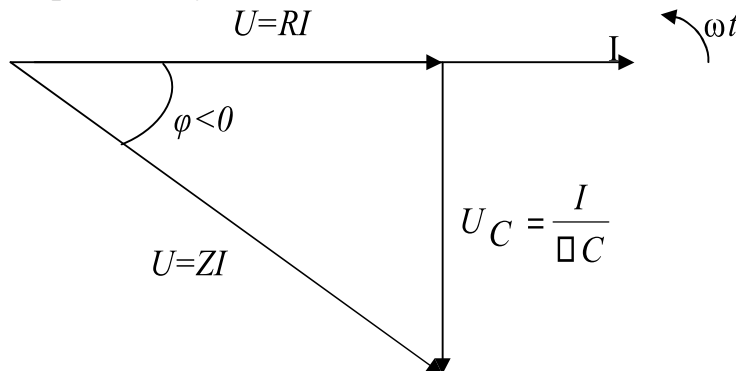
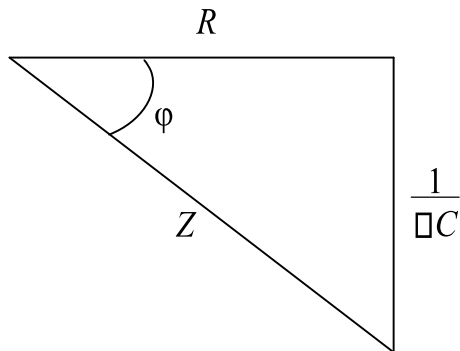

Рис. 7
Рис.8
В соответствии с уравнением (11) на рис. 7 построена векторная диаграмма, в которой начальная фаза тока  $\psi_i$  для простоты построения принята равной нулю.
Угол сдвига фаз  $\phi$  между током и напряжением отрицательный и соответствует емкостному характеру цепи. Из векторной диаграммы напряжений рис. 7 сокращая значения векторов напряжений на величину  $I$ , получим треугольник сопротивлений рис. 8.